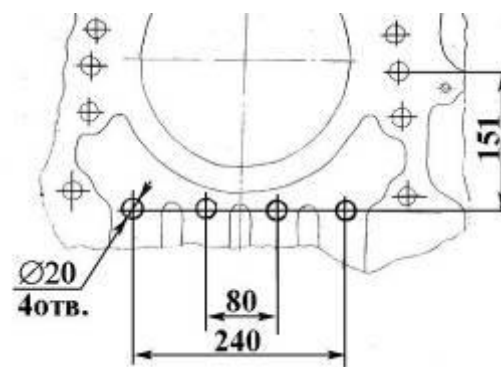

Рис. 1.2
- разметить по Рис. 1.2 или по прокладке четыре отверстия на картере маховика ;